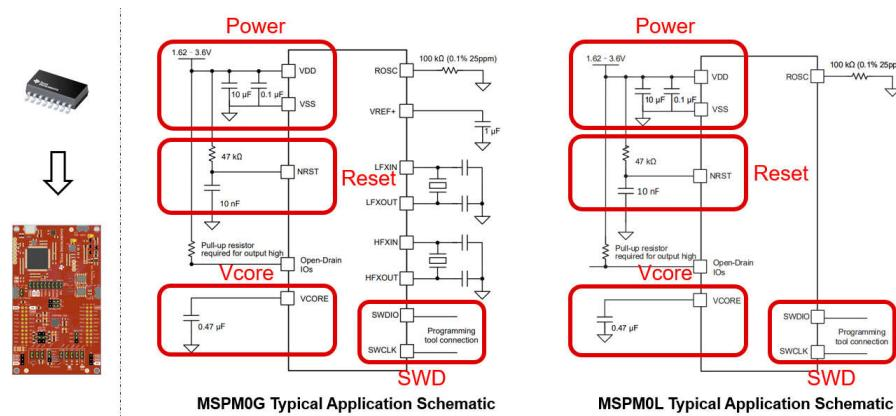

图 2-40. MSPM0 最小系统
- 对于 MSPM0，可将硬件设计到您自己的电路板中。图 2-40 所示为最小系统设计示例。